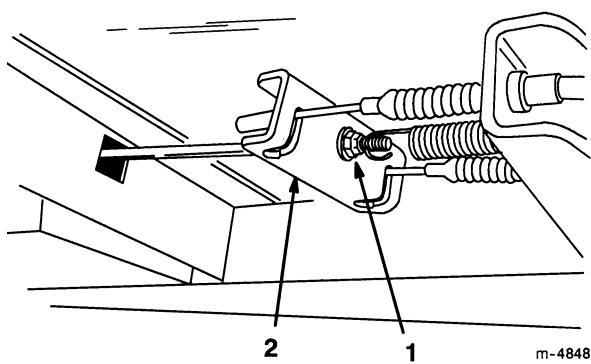

Figure 28
3. Serrez la vis de réglage du câble située au-dessous du plancher, jusqu'à ce que les câbles soient bien serrés dans l'équilibrEUR (Fig. 28).